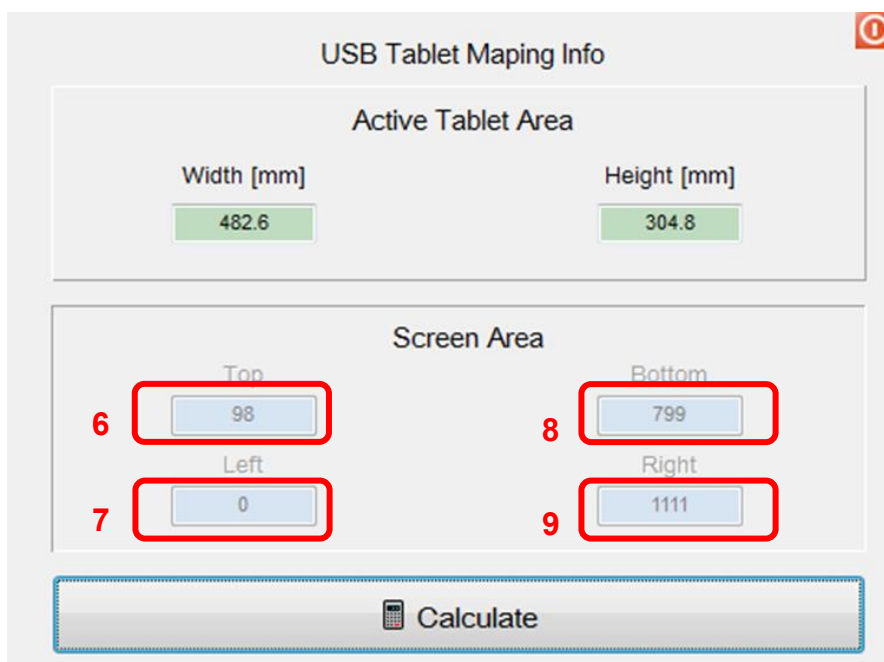

Рис. 54 Информация о USB tablet mapping
7. Запишите рассчитанные значения (**Top**, **Bottom**, **Left**, **Right**) из части „Screen Area“ и закройте это окно. (смотрим шаги 6-10 на Рис. 54)